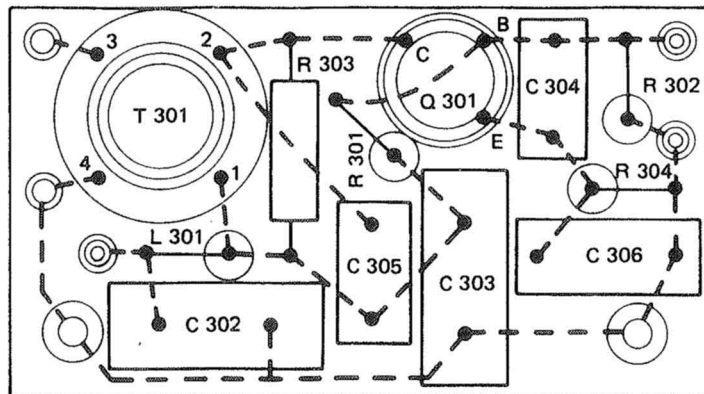

Fig. 3-5-2 — BASETTA OSCILLATORE 45 MHz
- *Basetta oscillatore 45 MHz* (Dis. C423298) Fig. 3.5.2)